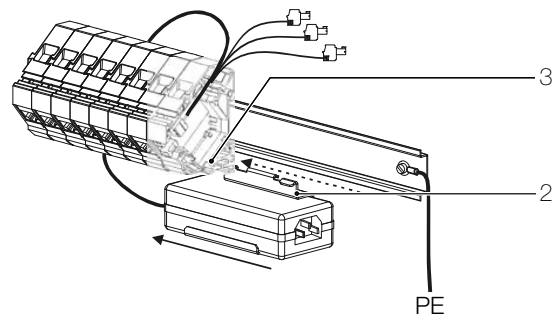

Fig. 38 Montage im Multimediaverteiler
1. Vergewissern Sie sich, dass die Hutschienen und der Rahmen des Multimediaverteiler geerdet sind (siehe auch Fig. 38).
2. Klicken Sie das Netzteil (1) in die Montageklammer (2) ein.